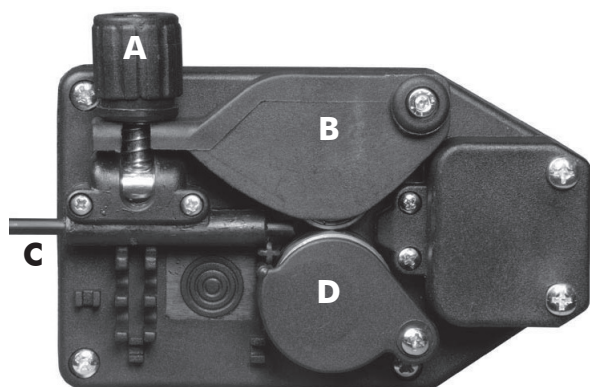

Figure 5
- Desserrer l'écrou (1) du support (frein à tambour) et retirer le ressort (2) et la bague extérieure (3).
- Enlever l'enveloppe en plastique de la bobine (4) et la placer dans le support. Remettre à leur place la bague extérieure (3), le ressort (2) et l'écrou de fermeture en plastique (1) qui constituent le système de freinage de la vitesse de la bobine. NOTE: ne pas serrer excessivement l'écrou, car une pression exagérée augmente l'effort du moteur du dévidoir, tandis qu'une pression trop faible empêche l'arrêt immédiat de la bobine à la fin du soudage.
- Desserrer et abaisser le bouton en plastique (A) et relâcher le levier presse-fil (B) (Fig.5). Extraire les résidus de fil éventuels de la gaine guide-fil.
- Relâcher le fil de la bobine et le tenir serré avec une paire de pinces de façon à ce qu'il ne puisse pas se dérouler. Si nécessaire, le redresser avant de l'introduire dans le guide d'entrée (C) du fil. Y introduire le fil en le faisant passer au-dessus du galet inférieur (D) et dans la gaine guide-fil.